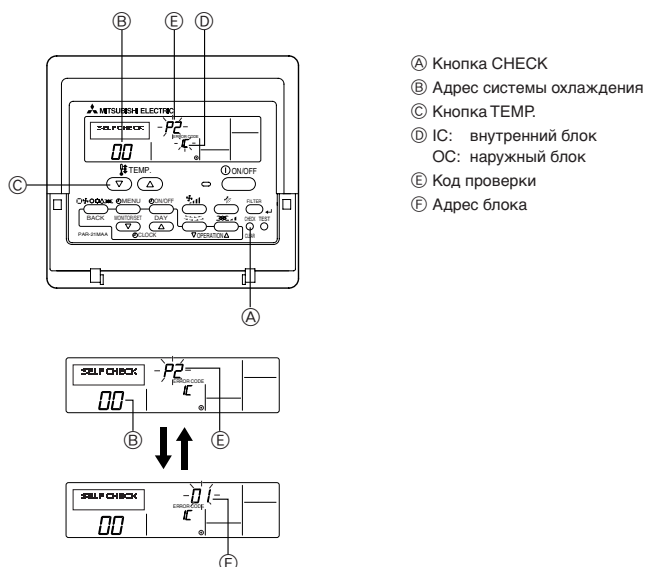

Fig. 7-2
7.3. Самодиагностика (Fig. 7-2)
- ① Включите питание.
- ② Дважды нажмите кнопку [CHECK].
- ③ С помощью кнопки [TEMP.] установите адрес системы охлаждения (если используется системный пульт управления).
- ④ Нажмите кнопку [ON/OFF] для прекращения самопроверки.